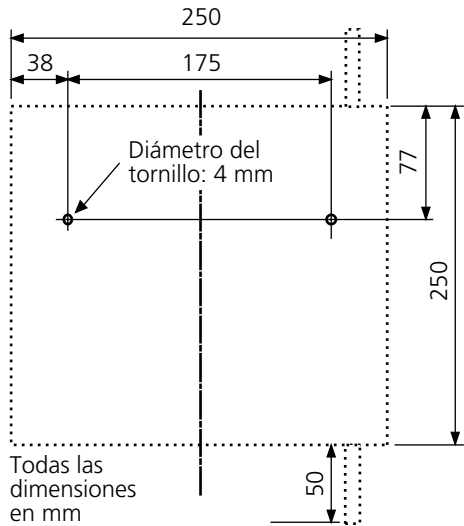

Fig. 4.48: Esquema para los taladros
- Fijar la unidad radio solamente con tornillos. No atornillar los tornillos completamente. Ver *Fig. 4.48*